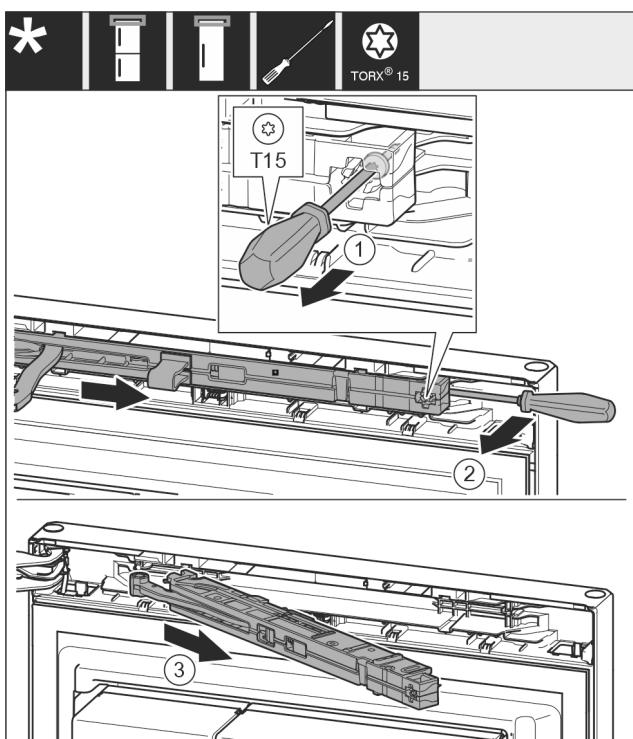

Fig. 11
- Šroub na jednotce tlumiče zavírání povolte šroubovákem T15 o cca 14 mm. Fig. 11 (1)
- Šroubovákem na straně madla zajedte za jednotku tlumiče zavírání a otočte jednotku dopředu. Fig. 11 (2)
- Vytáhněte jednotku tlumiče zavírání. Fig. 11 (3)